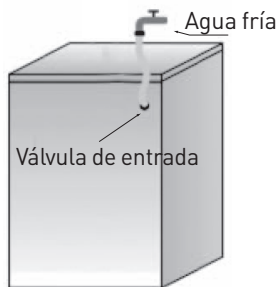

Fig.1
1. Fije el tubo de entrada al grifo de agua fría y a la válvula de entrada en la parte trasera de la lavadora como (Fig. 1)